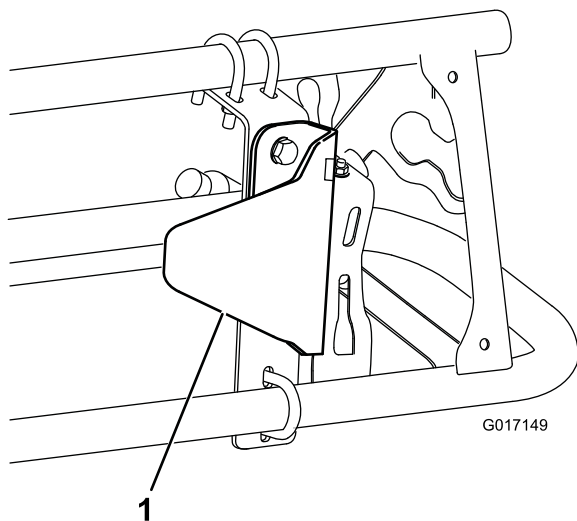

Figura 10
2. Instale o suporte da protecção do sensor no suporte de montagem com 2 parafusos (5/16 x 3/4 pol.) e 2 porcas flangeadas (5/16 pol.) como é mostrado em Figura 10.